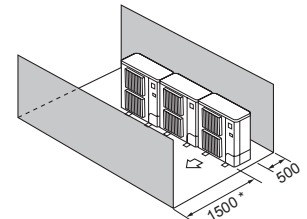

Fig. 2-16
- ④ Yalnızca öndeki ve arkadaki engeller (Fig. 2-16)